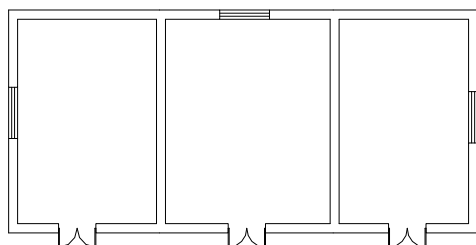

图 8-6 打开逐点标注素材
**01** 按 Ctrl+O 组合键，打开配套光盘提供的“第 8 章/8.3.1 逐点标注.dwg”素材文件，结果如图 8-6 所示。